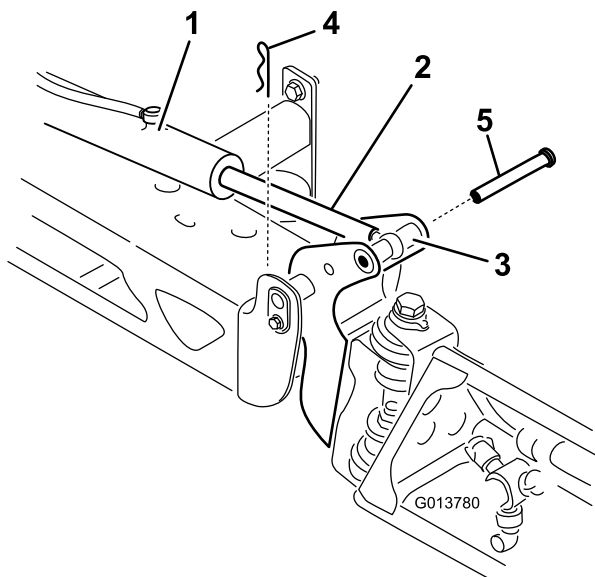

Рисунок 109
- Извлеките шплинт из оси поворота (Рисунок 109).
- Поднимите стрелу, извлеките штифт (Рисунок 109) и медленно опустите стрелу на землю.
- Удерживая стрелу, вставьте штифт через ось поворота стрелы и конец штока (Рисунок 109).